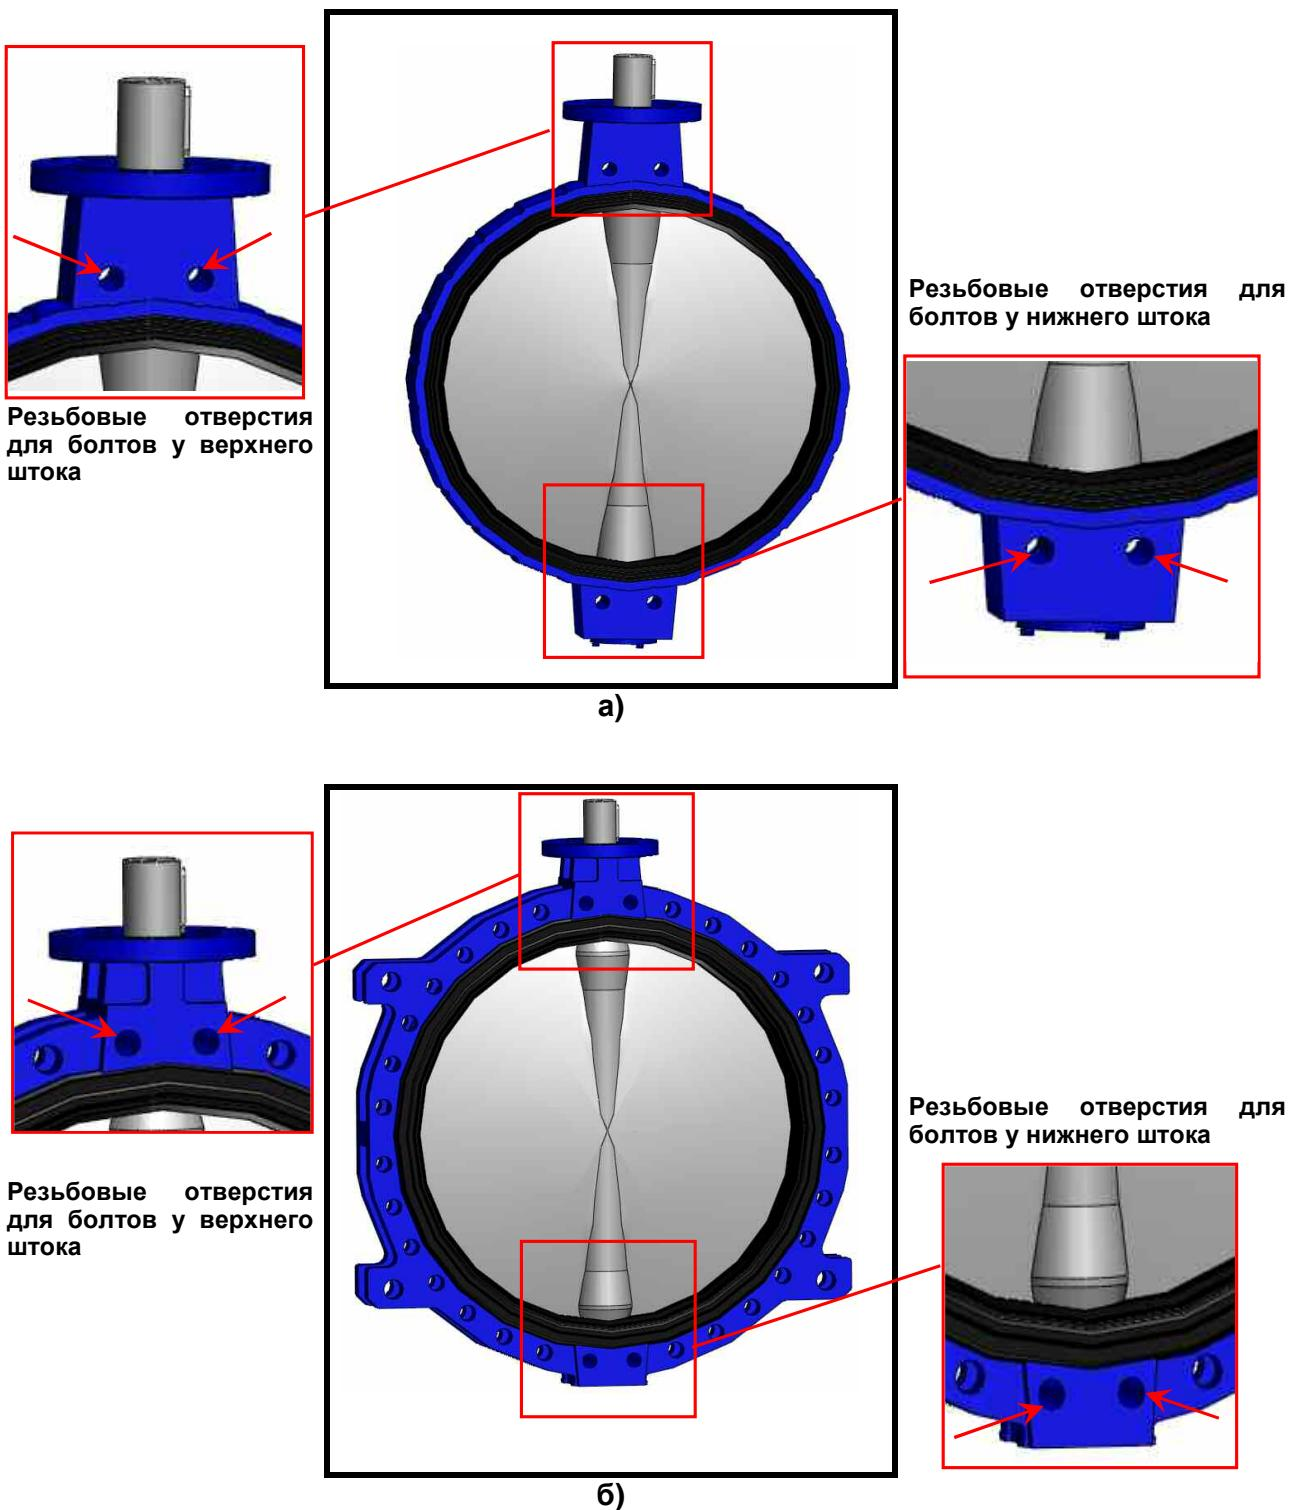

Рис. 8. Наличие и расположение резьбовых отверстий для болтов у штока в поворотных затворах
**Крепление:** болтами в резьбовые отверстия у штока (Рис. 8 а)
Крепление: болтами в резьбовые отверстия у штока (Рис. 8 а) (для диаметров от Dу 400 до Dу 1200)